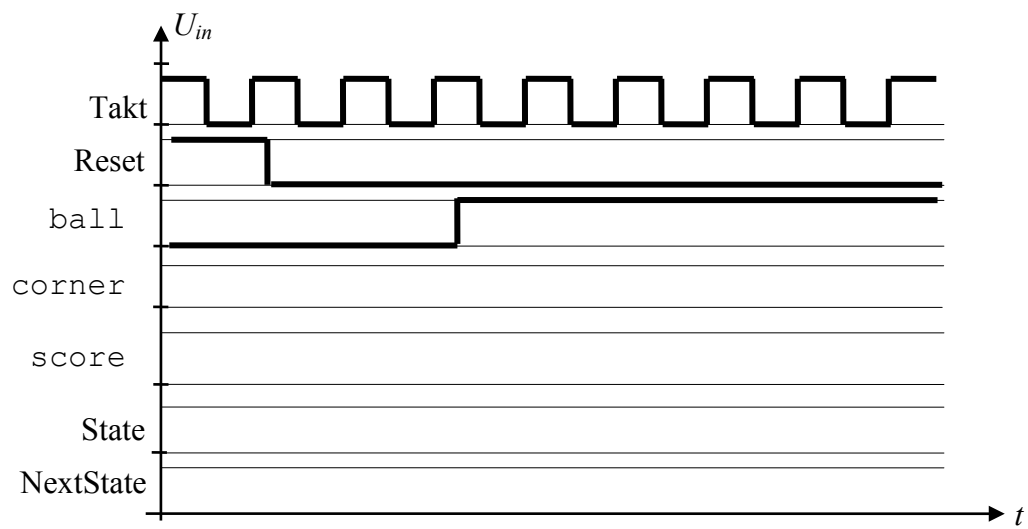

Abbildung 4.1
- (e) Tragen Sie für die ersten 7 Taktzyklen nach dem Reset den Ablauf der Zustände (State plus zugehöriger Next-State) in Abbildung 4.1 ein!